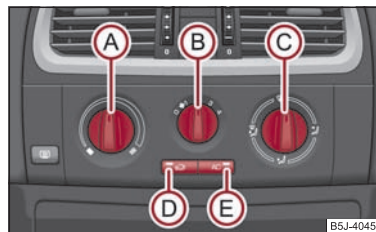

Abb. 92 Klimaanlage: Bedienungselemente
Die Klimaanlage arbeitet, wenn der Schalter  ⇒ Abb. 92  gedrückt ist und folgende Bedingungen erfüllt sind:
- Drehen Sie den Drehregler  ⇒ Abb. 92 nach rechts, um die Temperatur zu erhöhen.
- Drücken Sie die Taste **(AC) (E)** ⇒ Seite 82, Abb. 92. In der Taste leuchtet die Kontrollleuchte.
- Bedienelemente Ⓐ, Ⓑ, Ⓒ und die Taste Ⓓ und Ⓔ ⇒ Seite 82, Abb. 92.
- Drücken Sie die Taste   ⇒ Seite 82, Abb. 92, in der Taste leuchtet die Kontrollleuchte auf.
Wenn der Luftverteilungsregler  in der Position  ⇒ Seite 82, Abb. 92 steht, wird der Umluftbetrieb automatisch ausgeschaltet. Durch wiederholtes Drücken der Taste  können Sie auch in dieser Stellung den Umluftbetrieb wieder einschalten.